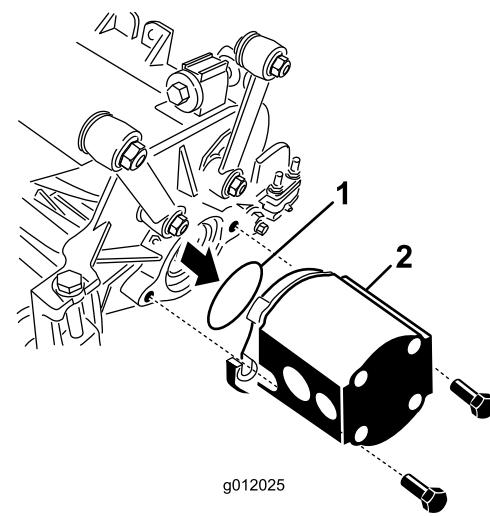

Figure 23
- Placez le joint torique (fourni avec l'unité de coupe) sur le flasque du moteur d'entraînement (Figure 23).
- Montez le moteur du côté entraînement de l'unité de coupe et fixez-le avec 2 vis d'assemblage fournies avec l'unité de coupe (Figure 23).